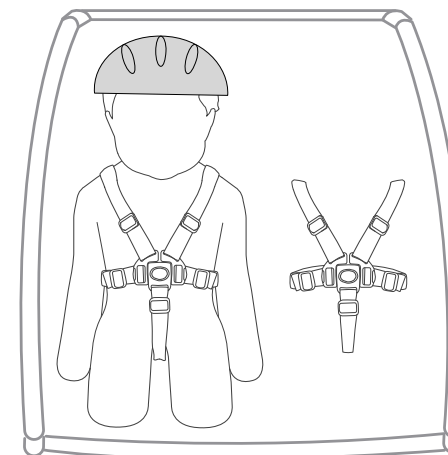

Figure 18
3. Pour le transport d'un seul enfant dans une remorque double, placez ce dernier toujours sur la partie droite (Figure 18).